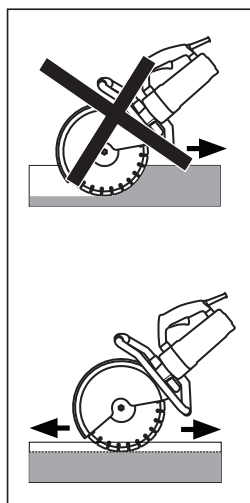

FIG. 8
- Engagez doucement la lame dans la pièce à usiner. La performance de coupe est optimale lorsque vous coupez droit le long de la ligne de coupe préalablement marquée. Ne coupez pas à une profondeur supérieure à 50 mm (2"). **(FIG. 8)** Si vous devez couper à une profondeur supérieure à 50 mm (2"), effectuez plusieurs passages.